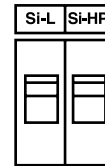

Рис. 13
- автоматы Si - L и Si - HP (рис.13) поставить на 0